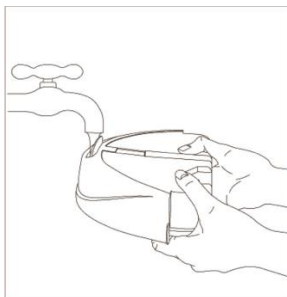

Figura 3
**Avertisment: Nu introduceți parfum, oțet, amidon, agenți de detartrare, aditivi de călcat sau alte substanțe chimice în rezervorul de apă, deoarece aparatul nu este proiectat să funcționeze cu aceste substanțe chimice (Figura 3).**